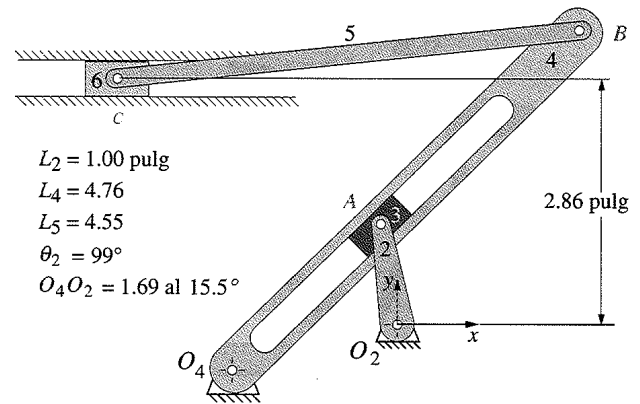

FIGURA P7-23 Problemas 7-53 y 7-54 De P.H. Hill y W.P. Rule (1960). *Mechanisms Analysis and Design*
7-53 La figura P7-23 (p. 265) muestra un mecanismo de retorno rápido con sus dimensiones. Use un método gráfico para calcular las aceleraciones de los puntos A, B y C en la posición mostrada. $\omega_2 = 10 \text{ rad/s}$.
†7-54 La figura P7-23 muestra un mecanismo de retorno rápido con sus dimensiones. Use un método analítico para calcular las aceleraciones de los puntos A, B y C en una revolución del eslabón de entrada. $\omega_2 = 10 \text{ rad/s}$.
- 7-91 En la figura P7-23 (p. 265) se muestra un mecanismo de retorno rápido con dimensiones. Con un método gráfico determine las aceleraciones de los puntos A y B en la posición mostrada si $\omega_2 = 16$ rad/s en sentido antihorario. No tome en cuenta los eslabones 5 y 6.
- 7-92 En la figura P7-23 se muestra un mecanismo de retorno rápido con dimensiones. Con un método analítico determine las aceleraciones de los puntos A y B en la posición mostrada si $\omega_2 = 16$ rad/s en sentido antihorario. No tome en cuenta los eslabones 5 y 6.